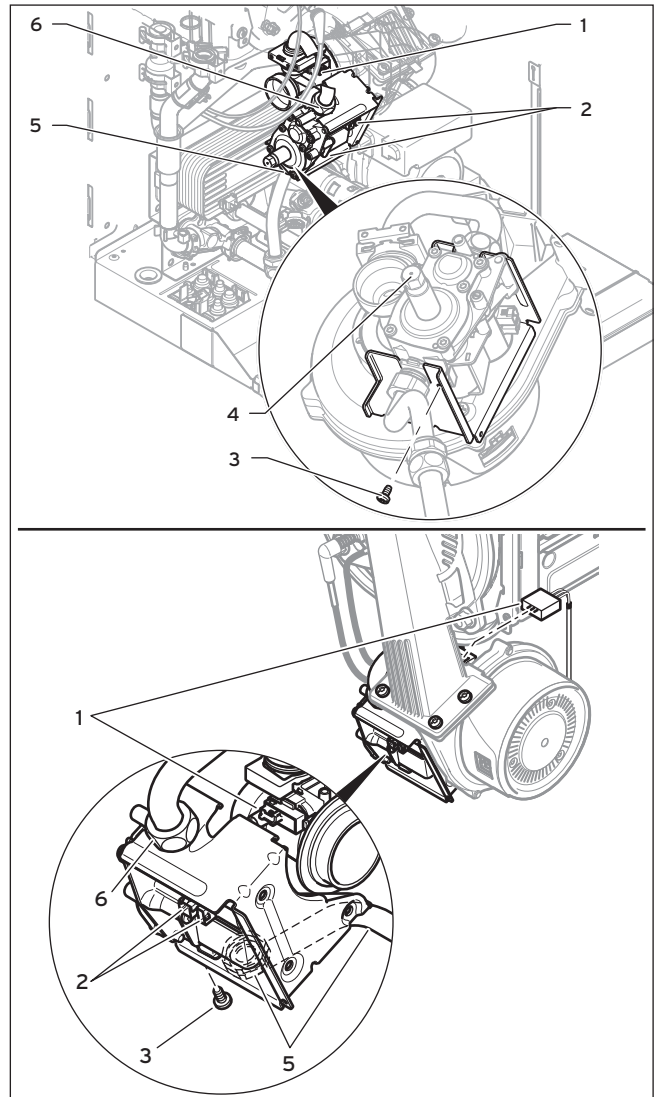

Fig. 2.3 Sustitución de la valvulería del gas
En las calderas del grupo 2, para el funcionamiento con gas natural, se han instalado valvulerías del gas sin regulador de la presión del gas (4, Fig. 2.3). Para el funcionamiento con gas licuado se deben instalar valvulerías del gas con regulador de la presión del gas.
- Extraiga los tres conectores de la valvulería del gas (2, Fig. 2.3).
- Extraiga el conector del sensor del tubo de Venturi (1) presionando la pestaña de encaje.
- Desenrosque las dos tuercas de racor (6) y (5) de la valvulería del gas. Al desenroscar, sujete por el lado opuesto de la valvulería del gas (5) y (6) utilizando una llave de boca.
- O bien desmonte la unidad "ventilador con valvulería del gas" o bien desatornille del soporte el tornillo de fijación de la valvulería del gas (3) con ayuda de una llave acodada o una llave de vaso Torx T20.
- ▶ No aplique spray de localización de fugas sobre la cubierta (2, Fig. 2.3) del filtro del tubo de Venturi.